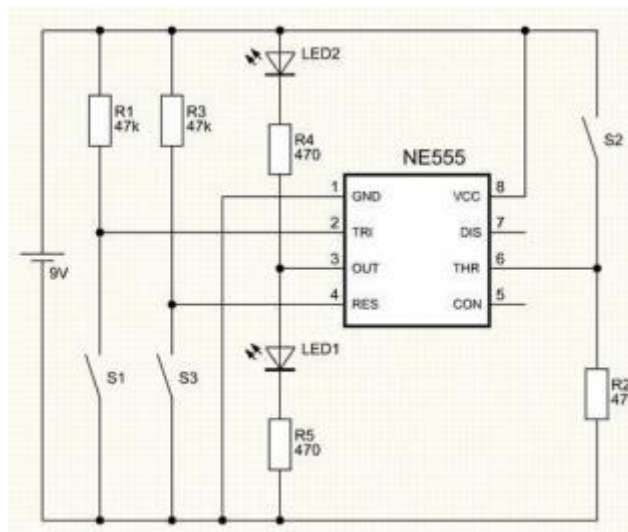

Abbildung 1 Basisschaltung zur Erklärung der Funktionsweise
Der Reset-Eingang (4) liegt bei geöffnetem Schalter S3 über R3 auf HIGH -Potential. Wird S3 geschlossen, wird der Reset-Eingang auf Masse gezogen und der 555 wird auf den Ausgangszustand zurückgesetzt. Siehe Abbildung 1